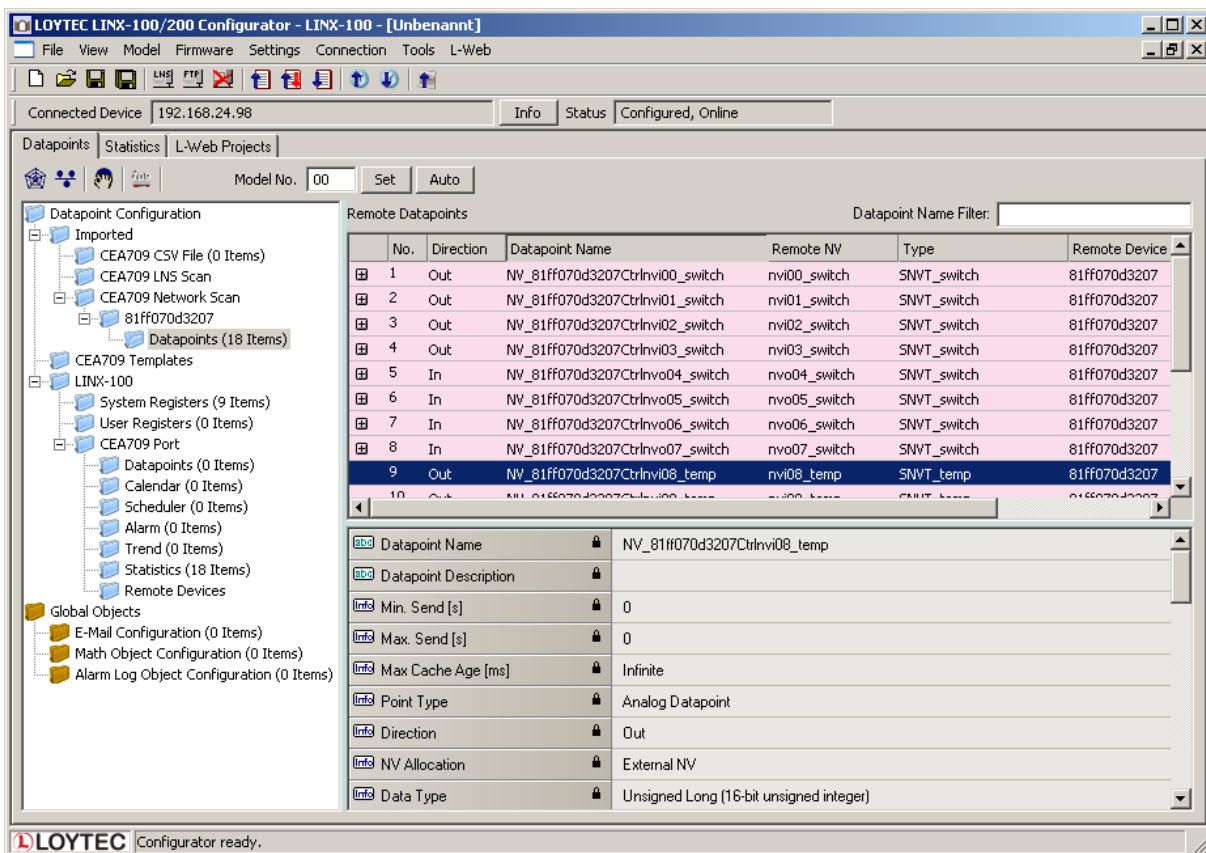

Abbildung 107: CEA-709-Netzwerk-Scanergebnisse
9. Dann klicken Sie auf die Schaltfläche **Gerät scannen**. Dadurch werden die NVs am entsprechenden Gerät gescannt und dem CEA709/852-Netzwerk-Scan-Ordner als Unterordner für das Gerät hinzugefügt. Dies ist in Abbildung 107 gezeigt.